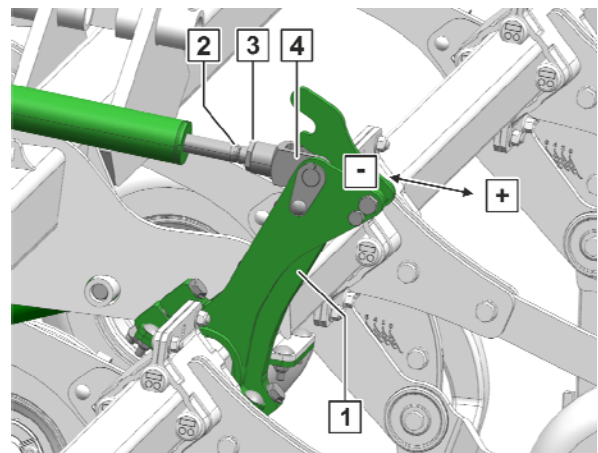

Fig. 183
1. Loosen the lock nut (Fig. 183/3).